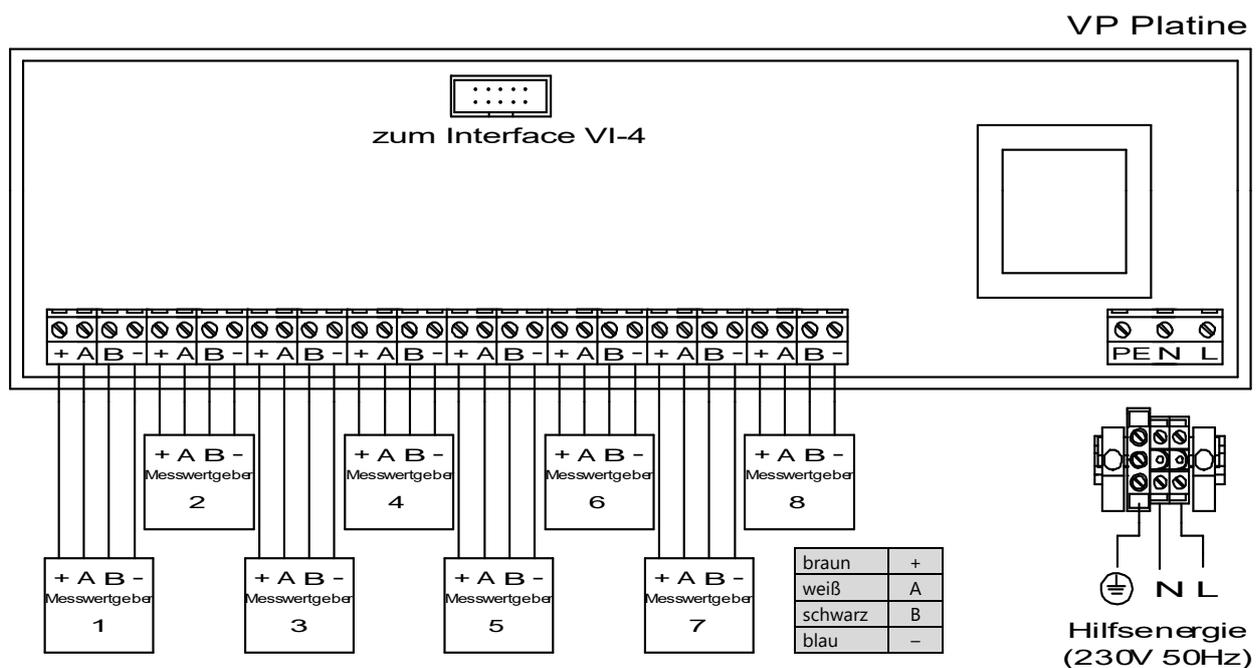

Abbildung 4: Anschluss Drucksensor VPS-L an VP Platine im VISY-Command
- (1) M12 Kupplung des FAFNIR-Anschlusskabels mit dem Drucksensor verbinden. Eine Verlängerung des Kabels ist möglich, soweit die im Kapitel „Technische Daten“ aufgelisteten Spezifikationen des FAFNIR-Anschlusskabels erfüllt werden.
- (2) Gehäusedeckel des VISY-Command öffnen
- (3) Die freien Adern des FAFNIR-Anschlusskabels durch eine freie Kabeldurchführung im VISY-Command stecken
- (4) Die freien Adern (braun, weiß, schwarz, blau) des FAFNIR-Anschlusskabels mit den Schraubklemmen (+ A B -) der Anschlussleiste des Messumformers VP entsprechend des Anschlussplans verbinden (siehe Abbildung 4).
An jeden einzelnen Messwertgeber-Anschluss können bis zu drei unterschiedliche FAFNIR-Sonden angeschlossen werden (z. B. ein VISY-Stick, ein VPS-L und ein VISY-Stick Sump Manhole, siehe Abbildung 4)